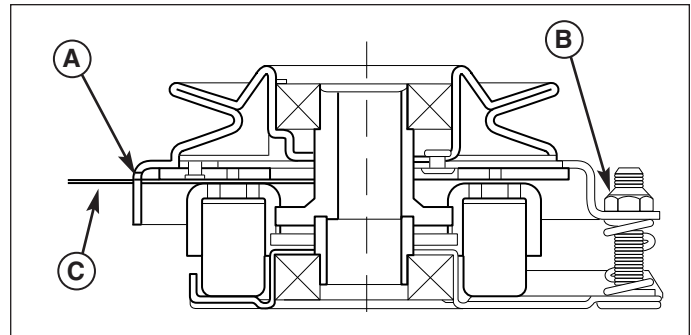

Figure 45. Réglage de l'embrayage de la PDF
3. Insérer une jauge d'épaisseur de 2,5-4,0 mm (C) dans chaque orifice en plaçant la jauge entre la face du rotor et la face de l'induit (Figure 45).